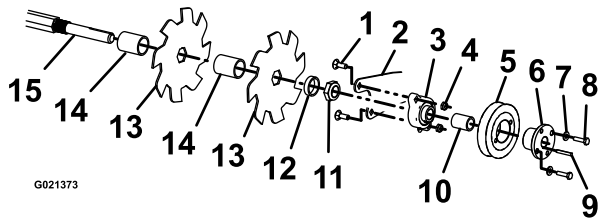

Figura 26
9. Retire los 4 pernos de cuello cuadrado y las contratuercas que sujetan el conjunto de las cuchillas (Figura 26) y retírelo del soporte de montaje de la horquilla.
10. Retire los 2 pernos y las arandelas que sujetan la polea al cojinete. Afloje los tornillos de fijación del cojinete y retire la chaveta del eje (Figura 26). Retire las fijaciones del cojinete del soporte de montaje de la horquilla, y retire el cojinete y la polea.